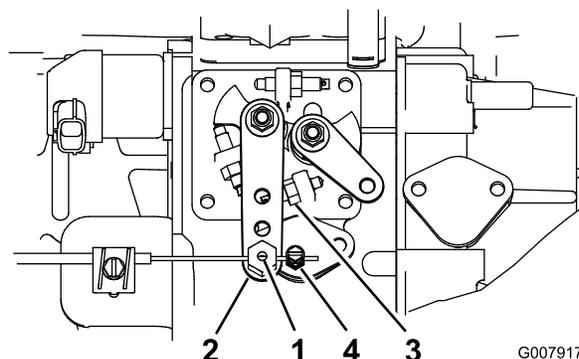

Figura 54
3. Tenete il braccio della leva della pompa di iniezione contro il fermo della minima superiore (Figura 54).
2. Allentate il raccordo del cavo dell'acceleratore, sul cavo dell'acceleratore, vicino alla leva della pompa di iniezione (Figura 54).